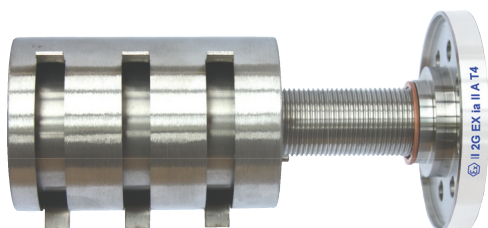

Fig. 3.2. SOG para instalación Ex con contratuerca y anillo obturador
- Use Loctite 2701 en cuatro vueltas de la contratuerca y atornille la tuerca y el anillo obturador de cobre 27x32x1,5 DIN 7603A en el destacado 16 mm (consulte la Fig. 3.2., página 3.1)